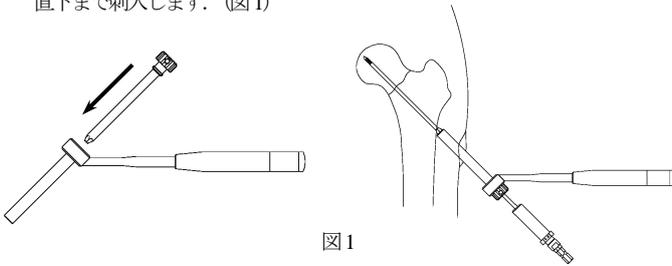

図1
- 骨折部の修復後、遠位のSB フィックスが正面像でカルカー上、軸斜像で頸部中央に導入されるよう刺入位置を決定します。刺入点より近位に 20~30mm 程縦切し、ガイドピンスリーブを介して 3.2 ガイドピンを骨頭軟骨下直下まで刺入します。(図1)